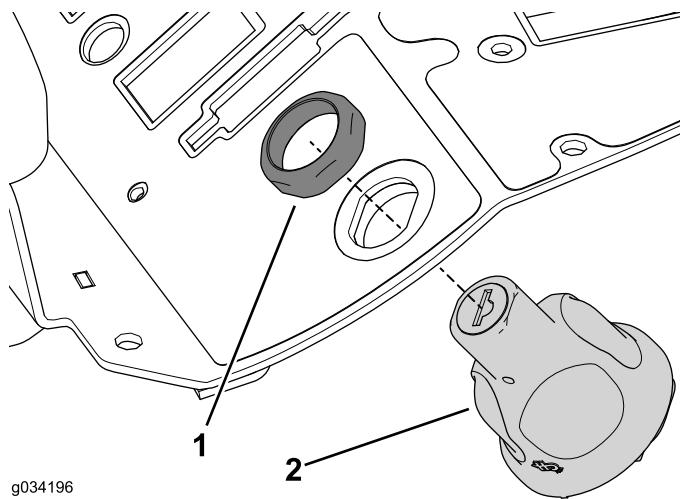

図 28
3. イグニッションスイッチをコンソールアセンブリに固定する先ほど外したリテーナナットを使う図 28。